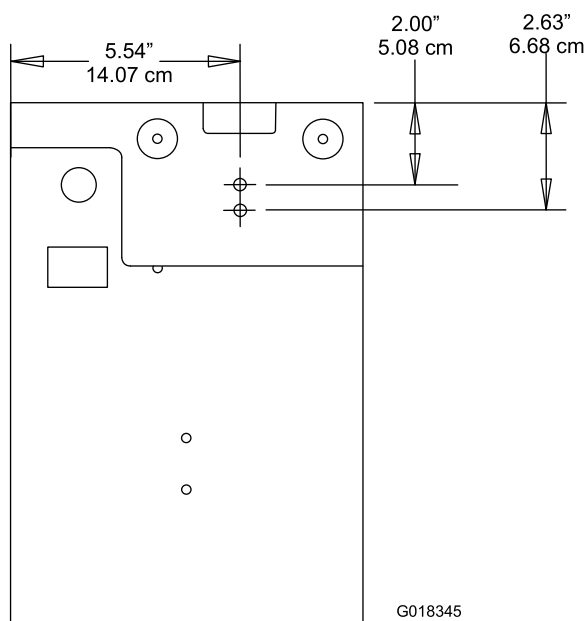

Figura 4
8. Servendovi delle quote in Figura 4, individuate la posizione corrispondente nel telaio, contrassegnatela e praticate nella medesima (2) fori con diametro di 0,713 cm (Figura 4).